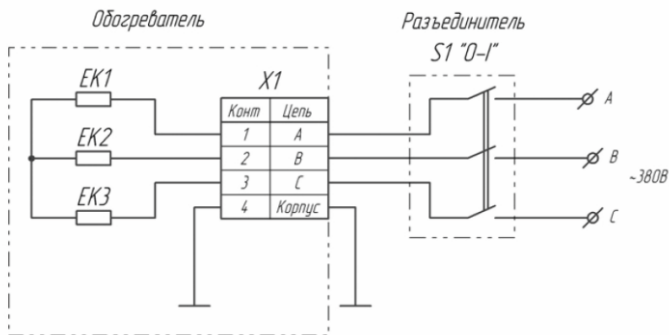

Рис. 2 Схема подключения обогревателя
5.3 Схемы подключения обогревателей приведены на рис. 2 Приложения.
- подсоединить провода к клеммной колодке обогревателя согласно рис. 2 Приложения.